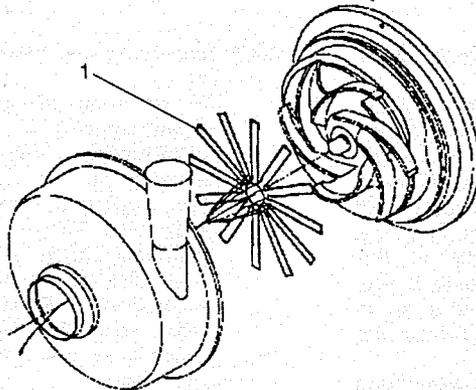

Fig. 4
4.3.6 For at sikre den rigtige afstand mellem pumpehus og løbehjul - 0,5 mm - anbringes nu den stjerneformede afstandsskive -Pos.1 Fig 4 - ind over løbehjulsmøtrikken så den ligger an mod løbehjulets vinger. Se Fig 4
4.3.6 In order to secure the right distance between the pump housing and the impeller - 0,5 mm - the starshaped adjusting washer - Item.1 Fig 4 - is placed over the impeller nut so that it is resting against the impeller vanes. See Fig 4.
4.3.6 Um den richtigen Abstand zwischen Pumpengehäuse und Laufrad - 0,5 mm - zu sichern, wird jetzt die sternförmige Abstandscheibe, - Pos.1 Fig 4 - über die Laufradmutter eingelegt, so dass sie gegen die Flügel des Laufrades liegt. Siehe Fig.4.